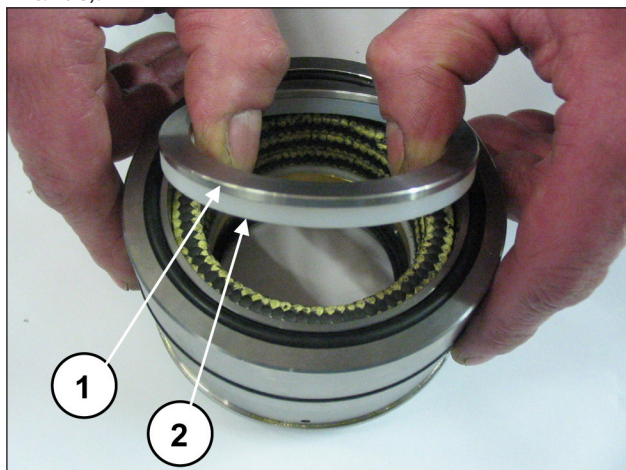
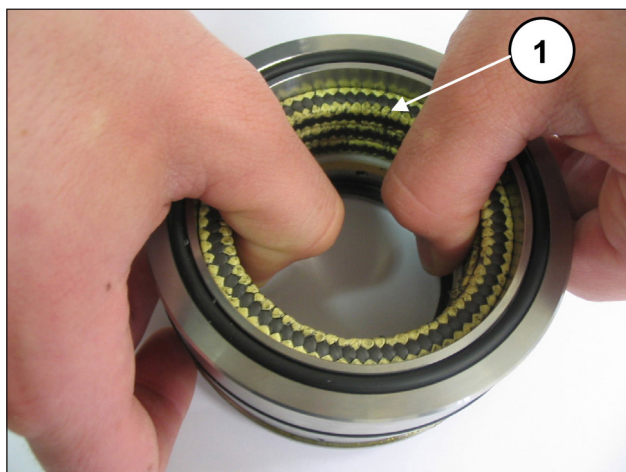

Рис. 197
Рис. 198
Отделите опору уплотнений от рубашки, снимите пружинное кольцо и скребковое кольцо (поз. ①②, Рис. 197) для доступа к нажимным уплотнениям (поз. ①, Рис. 198).